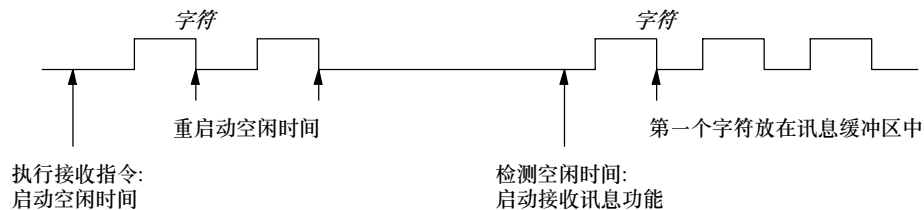

图6-11 使用空闲时间检测来启动接收指令
1. **空闲行检测:** 空闲行条件被定义为传输行上的静态或空闲时间。当通讯行静止或空闲在SMW90或SMW190中指定的毫秒数后，接收开始。当执行程序中的接收指令时，接收讯息功能开始搜索空闲行条件。如果在空闲行时间结束前收到任何字符，接收讯息功能忽略那些字符，并且以来自SMW90或SMW190的时间重新启动空闲行计时器。参见图6-11。在空闲行时间结束前，接收讯息功能存储所有随后在讯息缓冲区接收的字符。